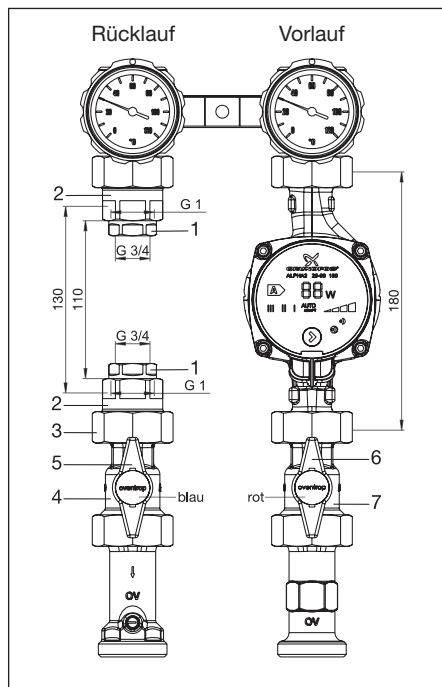

Abb. 5.1 Wärmemengenzähler Einbau – Set für „Regumat S-180“ DN 25 mit Pumpenkugelhahn (2015)
- Reduzierstücke  $G \frac{3}{4} \times G 1$  mit  $G \frac{3}{4} IG$  (1) und beiliegenden Dichtungen am Wärmemengenzähler verschrauben.
- Reduzierstücke  $G 1 \times G 1 \frac{1}{2}$  mit  $G 1 IG$  (2) an bereits aufgeschraubte Reduzierstücke (1) und beiliegenden Dichtungen verschrauben.
- Vorhandenen Kugelhahn (4) aus dem Vorlauf im Rücklauf einbauen.
- Wärmemengenzähler im Rücklauf mit beiliegenden Dichtungen und Überwurfmutter (3) verschrauben.
- Kugelhahn mit Temperaturfühleranschluss (7) im Vorlauf einbauen (Achtung: Je nach Ausführung der Temperaturfühler kann die Position des Kugelhahns variabel gewählt werden (s. Abb. 5.1 und 5.2). Die Griffe (5, 6) mit blauen und roten Stopfen umtauschen.
Der Einbau eines Wärmemengenzählers mit Baulänge 130 mm ist identisch mit dem Einbau 110 mm, jedoch werden die Reduzierstücke  $G \frac{3}{4} \times G 1$  (1) und die entsprechenden Dichtungen (s. Abb. 5.1 und 5.2) nicht benötigt.